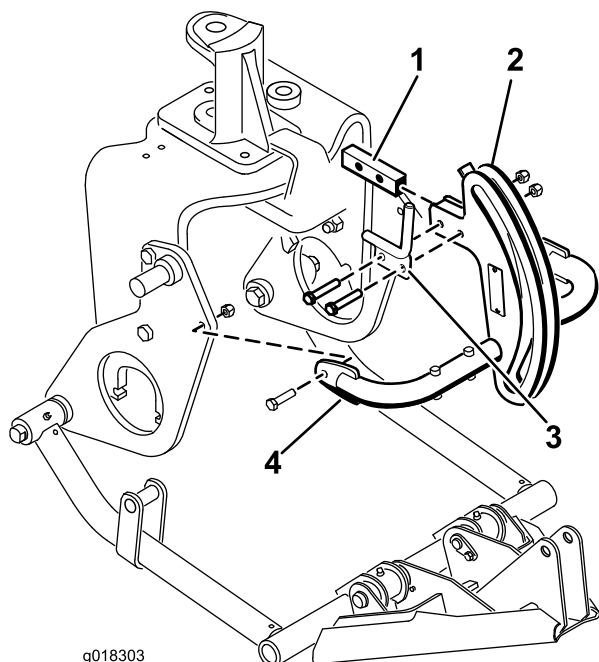

Figure 9
6. Fixez le haut du cadre d'attelage et le guide de flexible sur le support du cadre d'attelage avec 2 boulons (3/8 x 2 pouces) et écrous (Figure 9).
7. Montez les tubes du bâti d'attelage sur les plaques de support avec les boulons (3/8 x 1-1/2 pouces) et écrous (Figure 9). Serrez les fixations.